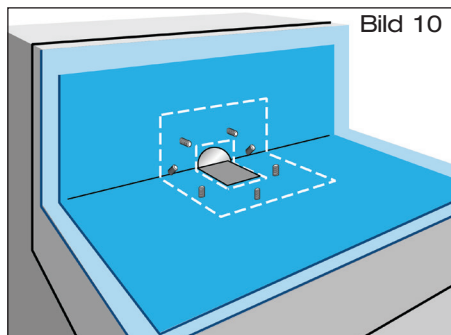

Bild 10
2.4 **Anschlussbahn** bauseits aus vorhandener Kunststoff-Dachdichtungsbahn, Größe: 700 mm x 1000 mm, zuschneiden (Bild 10).